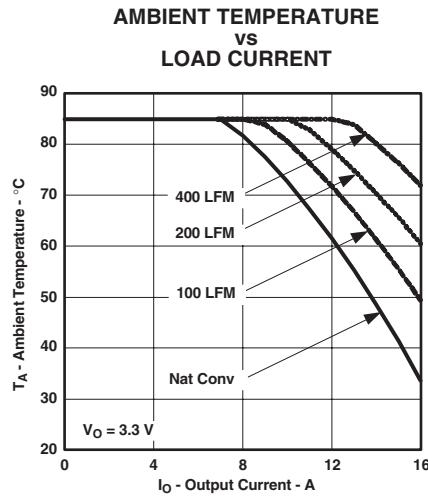
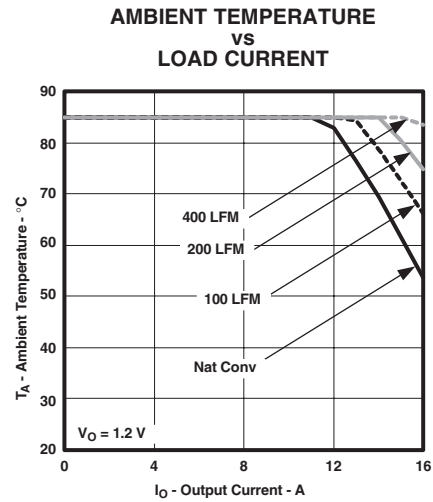

図 4
図 5
- (2) 温度ディレーティング曲線は、内部部品の動作温度が弊社指定の最高動作温度以下になる条件を示します。このディレーティング制限は、2オンスの銅を使用した、100mm×100mmの両面基板に直接半田付けされたモジュールに対して適用されています。表面実装パッケージ(ASおよびAZ)には、複数のビアを使用する必要があります。詳細は機構仕様を参照願います。以上は図4, 図5に適用されます。